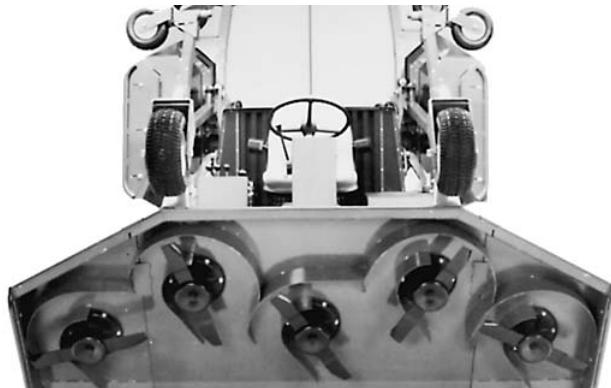

Figure 60
Remarque : Bien que cela ne soit pas nécessaire pour l'entretien courant, il est possible de faire pivoter (incliner) le plateau de coupe avant pour le redresser complètement (Fig. 60). Pour ce faire, procédez comme suit :
- Faites-vous aider par au moins une autre personne pour incliner le plateau de coupe. Soulevez le plateau à la position verticale en le tenant par l'avant (Fig. 60).